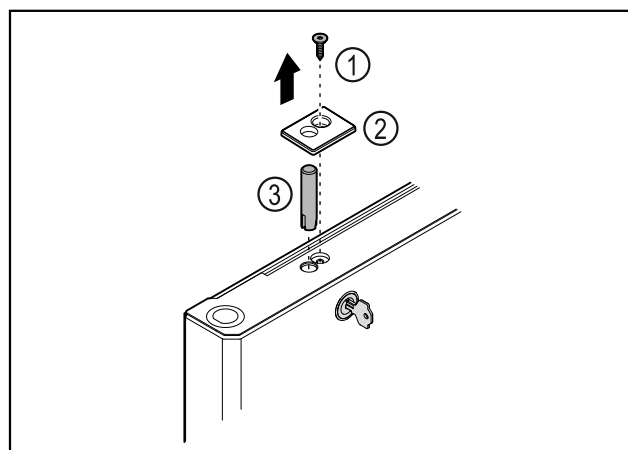

Fig. 42
- ▶ Wyciągnąć śrubę Fig. 42 (1).
- ▶ Osłonkę Fig. 42 (2) podważyć małym śrubokrętem i zdjąć.
- ▶ Wykręcić śrubę zamka Fig. 42 (3).